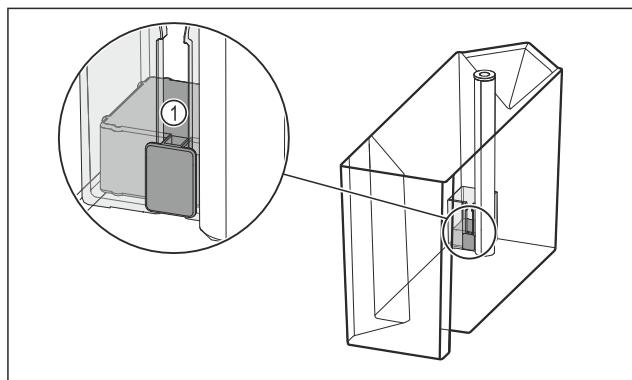

Fig. 101
- Prüfen, ob der Schwimmer Fig. 101 (1) verklemmt ist.